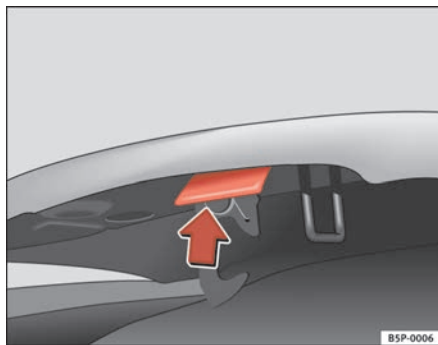

Fig. 163 Tirador de apertura por debajo del capó.
- Presione hacia arriba la palanca que hay debajo del capó ⇒ fig. 163. Al hacerlo, el gancho de sujeción queda desbloqueado.